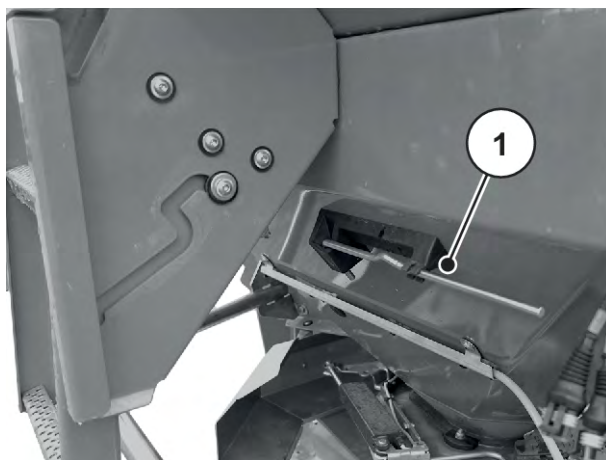

Fig. 32: Inställningsspakens läge AXIS xx.2
- ▶ Lägg återigen inställningsspaken i den därför avsedda hållaren. Se Fig. 32 *Inställningsspakens läge AXIS xx.2*